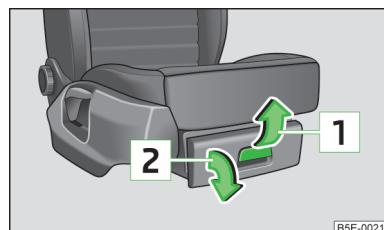

Fig. 73
- Tire del tirador en el sentido de la flecha [1] » fig. 73.
- Agarre el tirador del compartimento y ciérrelo en sentido contrario al de la flecha **[2]** » fig. 73.